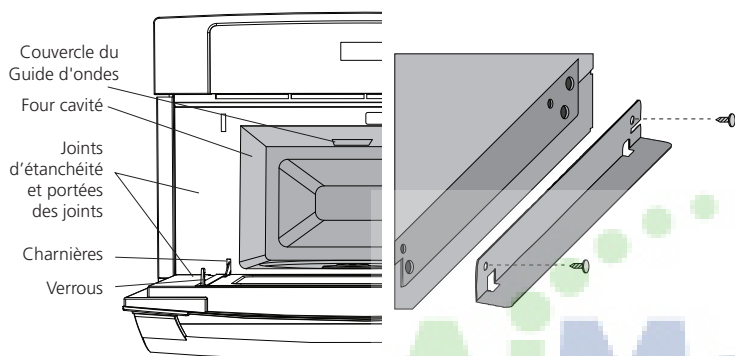

Figure 2A
2. Retirer tous les matériaux d'emballage de la cavité du four avant de le connecter au secteur. **NE PAS RETIRER LE COUVERCLE DU GUIDE D'ONDES**, situé contre la paroi supérieure de la cavité. Voir Figure 2A.